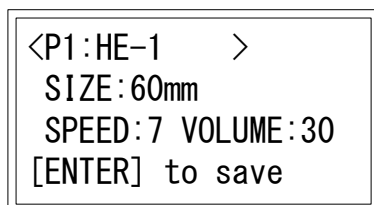

Bild 3-J: Programredigeringskärmen
- Om man trycker på **MENU** (MENY) en gång till visas programredigeringskärmen (bild 3-J).